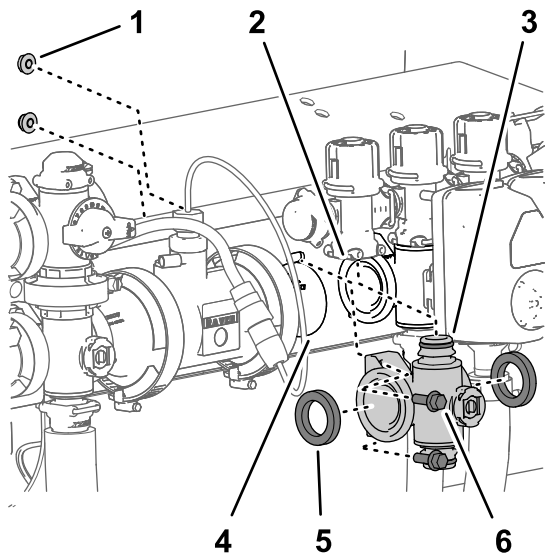
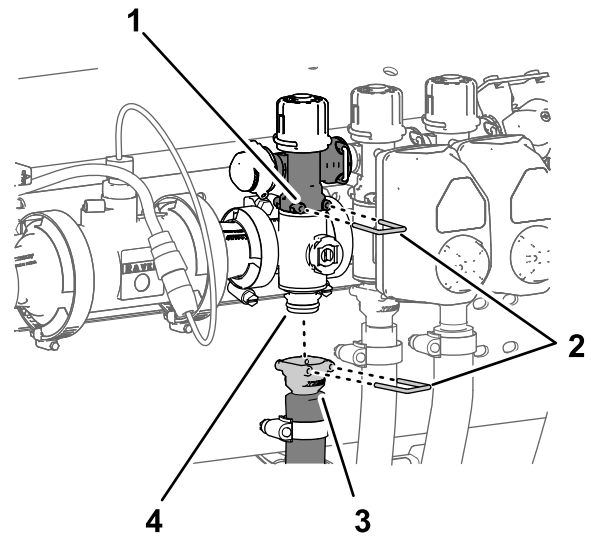

Bild 132
Bild 133
1. Fluchten Sie die zwei Dichtungen, die Sie in Entfernen des Abschnittverteiler-ventils (Seite 91) entfernt haben, mit den Flanschen des Abschnittventilverteilers aus (Bild 132).
2. Fluchten Sie den Flansch des Abschnittventilverteilers zwischen den Flanschen der anderen Abschnittventile und/oder dem Kupplungsadapter aus (Bild 132).
3. Befestigen Sie das Schnellkupplungsanschlussstück des Abschnittventilverteilers mit einem Schnellkupplungsstift am Schnellkupplungsunterteil des Abschnittsicherheitsventils (Bild 132 und Bild 133).
Entfernen des Abschnittverteilerventils (Seite 91) entfernt haben, an der Ventilstütze (Bild 132).
8. Befestigen Sie die Schnellkupplung des Abschnittschlauchs mit dem Schnellkupplungsstift am Schnellkupplungsanschlussstück des Abschnittventilverteilers (Bild 133).